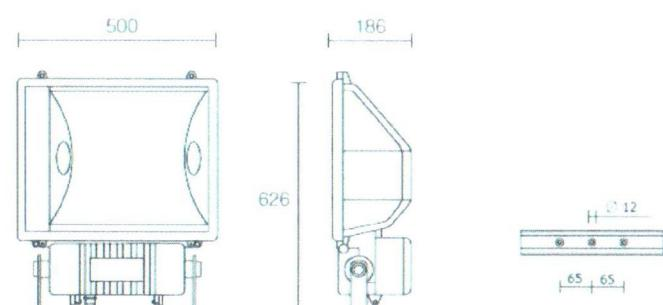

Рис.1
1.1 Прожектор общего назначения DAYTON Symmetric HST 1000W (рисунок 1) с разрядной лампой высокого давления предназначен для освещения спортивных арен, фасадов зданий, строительных площадок и других открытых пространств.